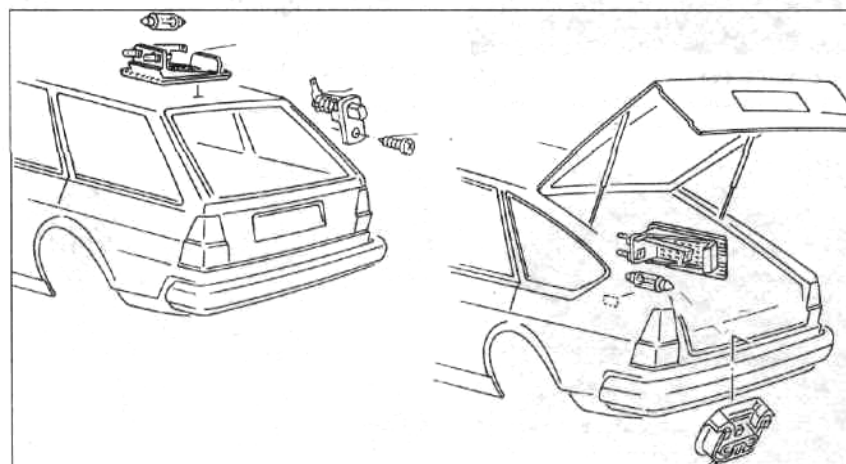

Рис. 10.42 Лампочки подсветки багажника и выключатели на моделях Variant и Passat Седан (Глава 23)
- 5 Расположение выключателя подсветки багажного отделения зависит от модели автомобиля и его года выпуска, два главных типа показаны на Рис. 10.42.